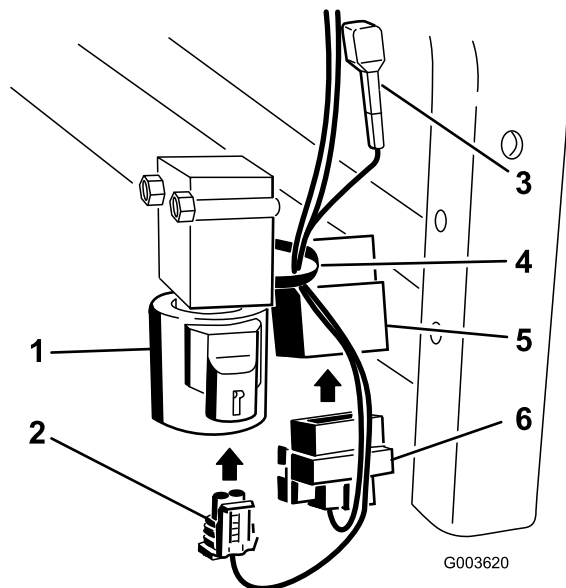

Figura 36
8. Conecte el conector cuadrado al relé instalado junto a la válvula (Figura 36).
9. Conecte el conector pequeño a la válvula (**Figura 36**).